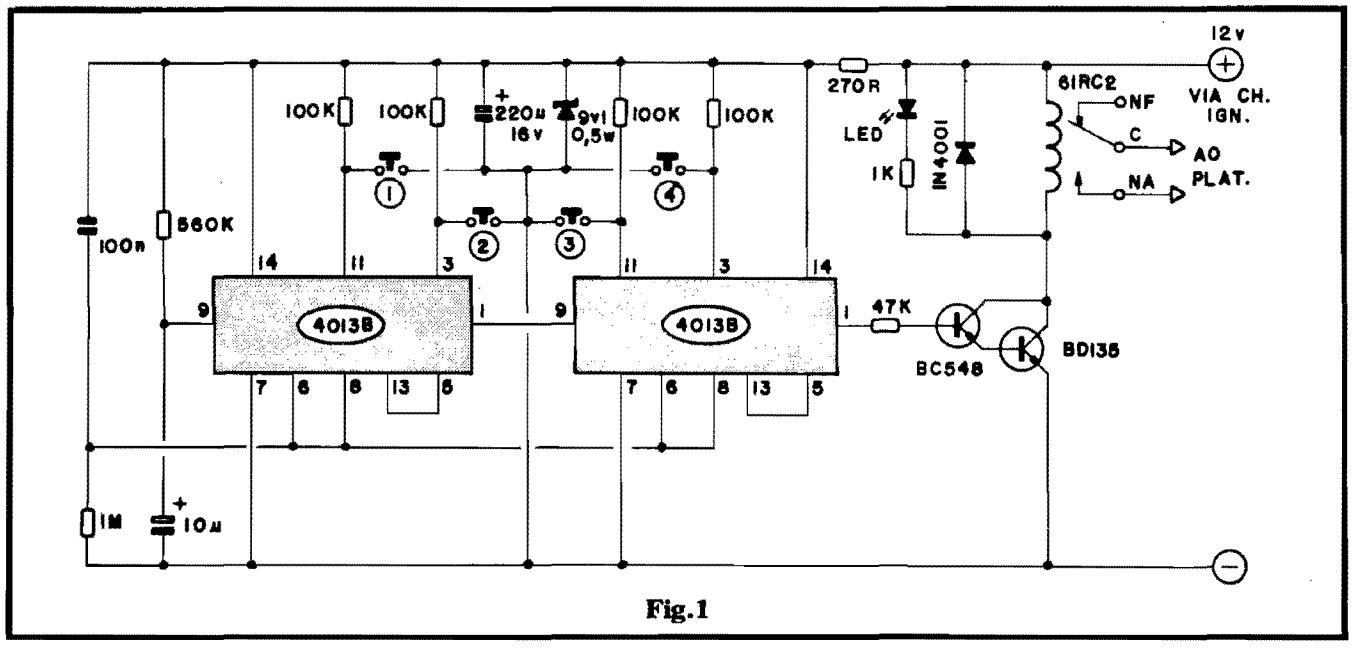

Fig.1
- FIG. 1 - O CIRCUITO - Dois Integrados (da conhecidíssima "família" digital C.MOS) 4013, contendo cada um dois flip-flops ou "células de memória/contagem", formam o "coração" operacional do circuito... O uso de Integrados bastante apropriados para a função, permitiu um excelente índice de redução na quantidade dos demais componentes (o que sempre contribui para otimizar custos). As quatro células de "memória" contidas nos dois Integrados, estão eletricamente "enfileiradas" (pela inter-conexão feita através dos respectivos pinos de Entrada, Saída, Controle, etc.), porém o "trânsito" do sinal através dos quatro contadores, apenas pode se dar, de maneira efetiva, após a autorização sequencial dada através dos 4 **push-buttons** (pela ordem, 1-2-3-4...) que comandam as entradas de clock dos flip-flops (previamente polarizadas em "alto", por resistores de 100K...). Uma rede RC simples, formada pelo resistor de 1M e capacitor de 100n aplica um pulso em todas as entradas de SET dos 4 flip-flops, garantindo que, ao ser inicialmente energizado o circuito (pela aplicação dos 12V à linha de ali-